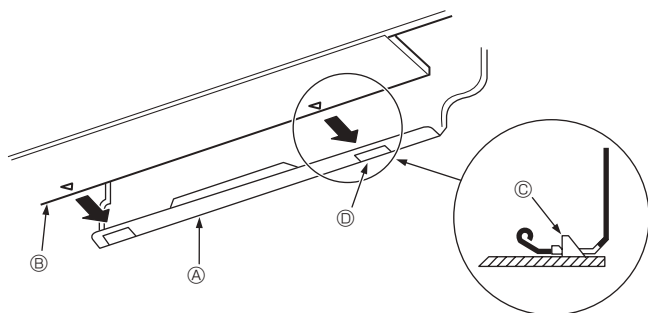

Fig. 3-10
3. Enquanto introduz a tubagem do refrigerante e a mangueira de drenagem no furo da parede (bucha), pendure a parte superior da unidade interior na placa de montagem ①.
5. Fixe empurrando a parte inferior da unidade interior para dentro da placa de montagem ①. (Fig. 3-10)
* Verifique se os botões da parte inferior da unidade interior estão bem presos à placa de montagem ①.